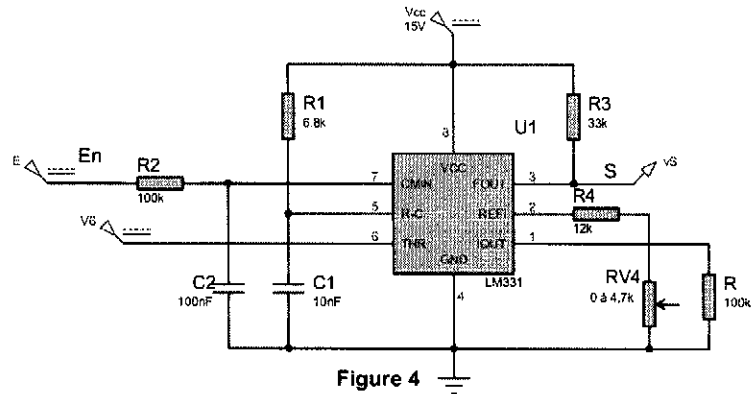

Figure 4
a. Modifier le montage selon le schéma de la figure 4 où R est fixée à 40 k Ω et E à 2 V et appliquer à la borne 6 une tension $v_6(t)$ triangulaire de fréquence 10 kHz et variant entre 0 et 4 V.
Conserver le montage de la figure 4.